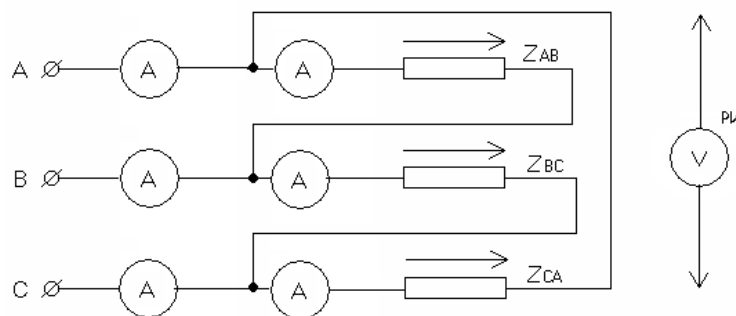

Рисунок 3 – Схема для исследования трехфазной электрической цепи при соединении приемника треугольником
2. Изучить схему электрической цепи (рисунок 3).